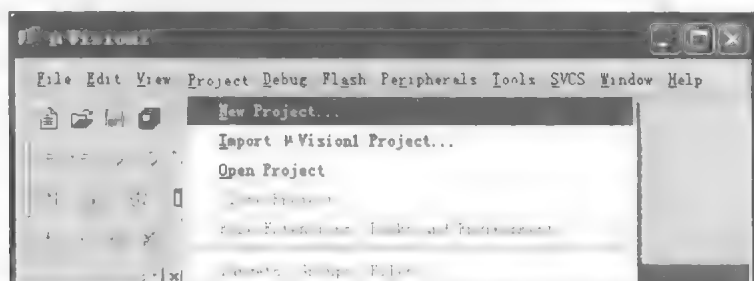

图 2.23 新建一个工程
(1) 单击【Project】菜单中的【New Project...】选项，如图 2.23 所示。